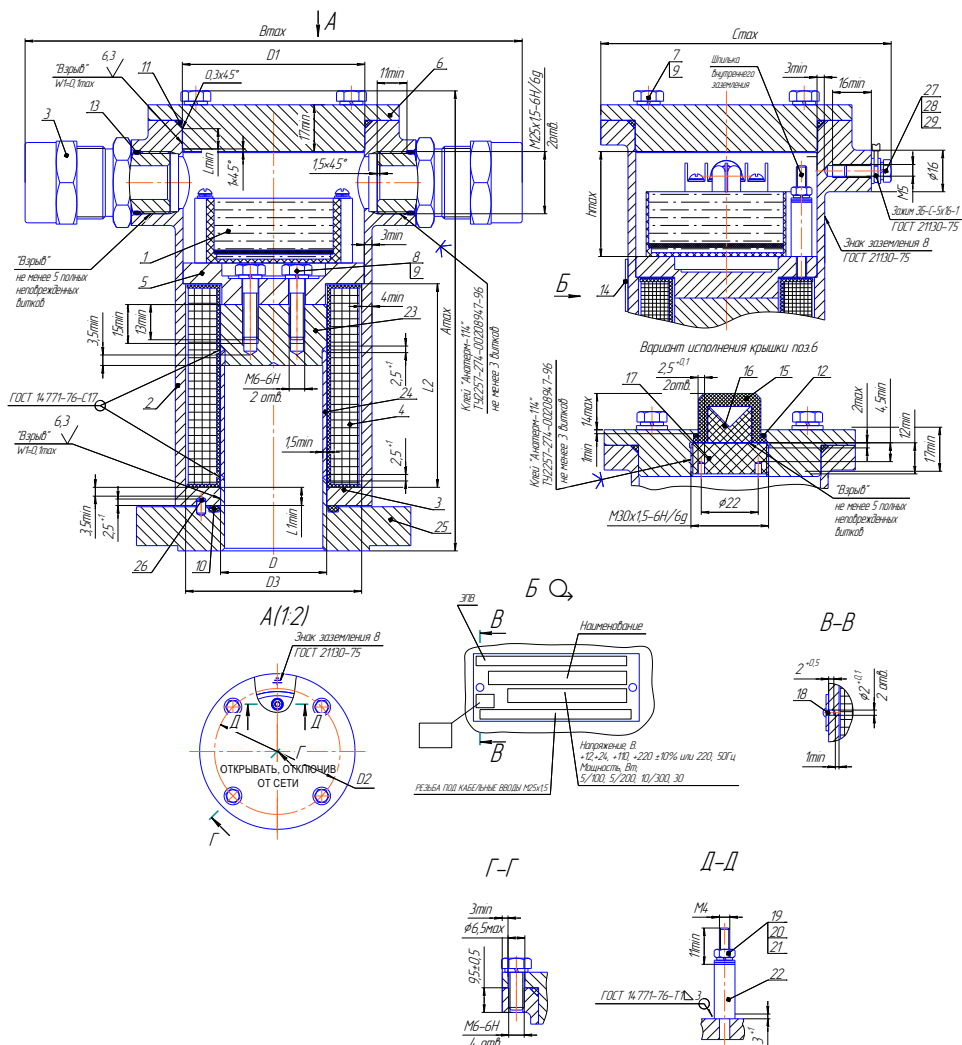

Рисунок 3. Привод. Чертеж средств взрывозащиты
Обозначения на рис. 1а,б: 1-корпус(Сталь 10Х18Н9Л ГОСТ 977-88, 14Х17Н2 ГОСТ 5632-72), 2-затвор (Сталь 14Х17Н2 ГОСТ 5632-72), 3-электромагнитный привод (см.рис.3)), 4-сердечник (Сталь 14Х17Н2 ГОСТ 5632-72), 5-пружина (Проволока ВО-2 ТУ3-1002-77) 6-трубка разделительная(Сталь 12Х18Н10Т ГОСТ 5632-72/14Х17Н2 ГОСТ 5632-72), 7-тяги (Сталь 12Х18Н10Т ГОСТ 5632-72/ резиновая смесь. Марка в зависимости от исполнения), 8- ручка (Сталь 12Х18Н10Т ГОСТ 5632-72), 9- гайка А2 DIN934, 10,11,12,13,14-кольца уплотнительные (резиновая смесь. Марка в зависимости от исполнения), 15-шайба стопорная,16-шток (Сталь 12Х18Н10Т ГОСТ 5632-72), 17,18-кольцо (фторопласт Ф4К20 ТУ 6-05-1413-76), 17-скоба (Сталь 12Х18Н10Т ГОСТ 5632-72), 18-втулка (Сталь 12Х18Н10Т ГОСТ 5632-72), 19-камера(Сталь 14Х17Н2 ГОСТ 5632-72), 20-вставка (Сталь 14Х17Н2 ГОСТ 5632-72) , 21-уплотнение (резиновая смесь. Марка в зависимости от исполнения).
Электромагнитный привод (ЭПВ) представляет собой электромагнит постоянного тока со схемой управления режимом работы и состоит (см. рис.3) из корпуса 2 с двумя кабельными вводами и крышкой 6, катушки 4, прижимного фланца 5 и электронного блока управления 1 (модуль СФУ).
- заключения его электрических цепей во взрывонепроницаемые металлические оболочки по ГОСТ ИЕС 60079-1. Взрывоустойчивость оболочек проверяется при изготовлении испытаниями избыточным давлением 1,5 МПа. Сопряжения деталей, обеспечивающих взрывозащиту показаны на чертежах средств взрывозащиты (рисунок 3, 4). На поверхностях, обозначенных "Взрыв" не допускаются раковины, забоины, вмятины, ржавчина, чернота, наличие краски и другие дефекты.
7.2.2 Присоединить питающий кабель к приводу в последовательности (см. рис. 3, 4, 5):